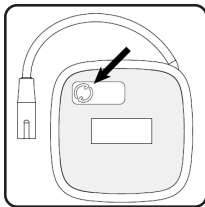

Figura 2: attivare il TS premendo il tasto situato sulla parte posteriore dello stimolatore.
1. Premere il tasto situato nella parte posteriore del TS (**Figura 2**). La spia verde accanto al tasto inizierà a lampeggiare e continuerà a farlo per 90 secondi.
- Se quando si preme il tasto non lampeggia alcuna spia, provare a ripremere il tasto. Accertarsi di premere il tasto come mostrato nella **Figura 2**. Se non si accende alcuna spia dopo molteplici tentativi di premere il tasto, non usare questo TS. Attivare un nuovo TS. Se il problema persiste con un nuovo TS, contattare Axonics.